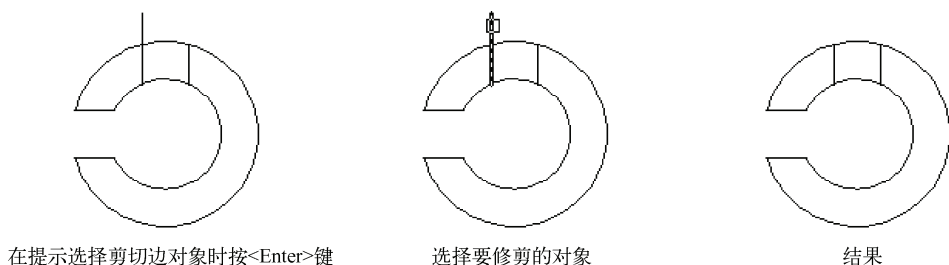

图 3-32 修剪示例 2
3) 可以将对象修剪到与其他对象最近的交点处(包括延伸交点)。在提示选择修剪边对象时，若直接按〈Enter〉键或按鼠标右键，然后选择要修剪的对象时，那么将对象修剪到最近的交点或延伸交点处。图 3-32 所示的修剪示例就是采用这种操作方式来进行修剪对象的。